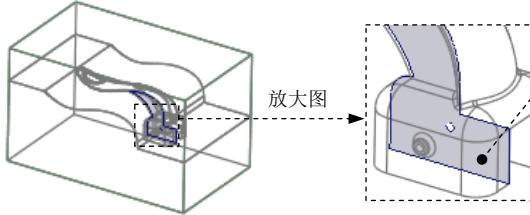

图 6.17 定义拉伸终止面
(4) 设置深度选项。
- ① 在操控板中选取深度类型 (到选定的)。
- ② 选取图 6.17 所示的平面为拉伸终止面。
- ③ 在“拉伸”操控板中单击 按钮, 完成特征的创建。
(5) 在 **编辑模具体积块** 操控板中单击“确定”按钮 , 完成体积块的创建。